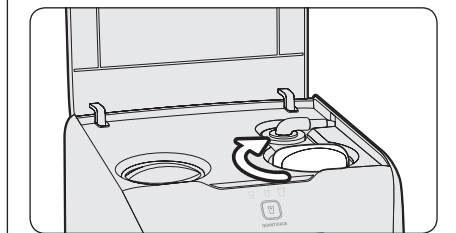

Figura 6
4. Com o produto ligado, conecte o filtro no produto e rosqueie no sentido indicado até alinhar-se com a seta para travá-lo (Figura 6).